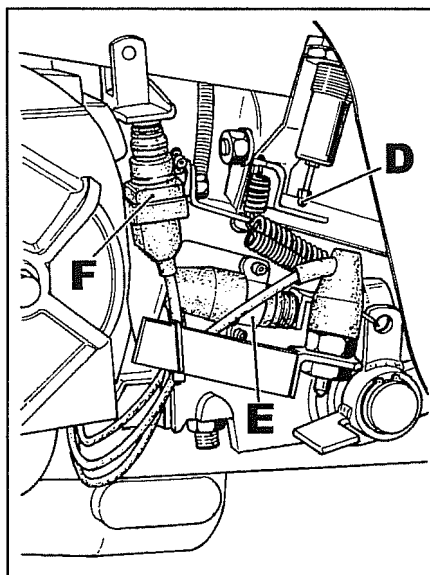
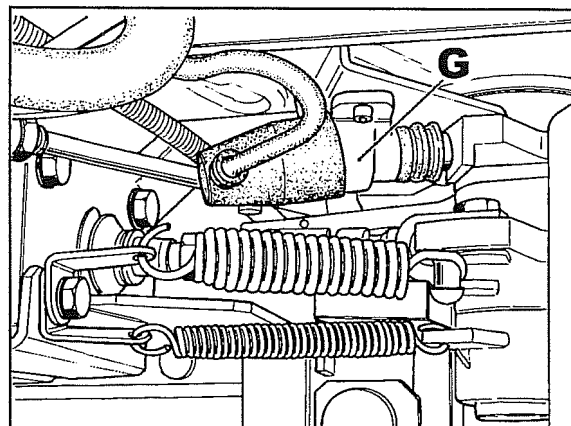

Fig. 5
Fig. 6
- 6.2 Contrôler qu'il n'y a pas de corps étranger (terre ou autre) sous les interrupteurs **E- F** fig. 5, respectivement de stop et frein de stationnement et à l'interrupteur **G** fig. 6 de l'enclenchement des 4RM.
- 6.3 (dans la version max) Effectuer le même type de contrôle sous la tête **D** fig. 5 du capteur, qui remplace l'interrupteur **G** de la fig. 6.
Vérifier aussi que le réglage de l'interrupteur d'enclenchement des 4RM **G** fig. 6 est correct en intervenant de la manière suivante :
Actionner les pédales de frein jumelées et en même temps vérifier l'allumage des feux de stop au moyen de l'interrupteur **E** fig. 5.
Continuer l'action freinante et vérifier que la tringle qui actionne la pointe de l'interrupteur **G** fig. 6, fait une course d'éloignement de 4 à 5 mm avant d'arriver à sortir complètement, jusqu'à s'écarter de 1 à 2 mm une fois que l'action freinante est terminée.
- 9 (Pour la version max) Vérifier que la pointe **D** fig. 5 du capteur du frein est bien réglée en intervenant de la manière suivante :
- 9.1 Actionner les pédales de frein jumelées et vérifier en même temps l'allumage des feux de stop au moyen de l'interrupteur **E** fig. 5.